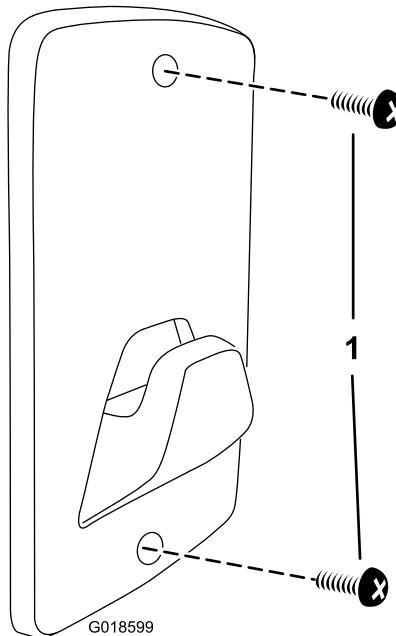

Figure 1
3. Mettez les vis en place (Figure 1).